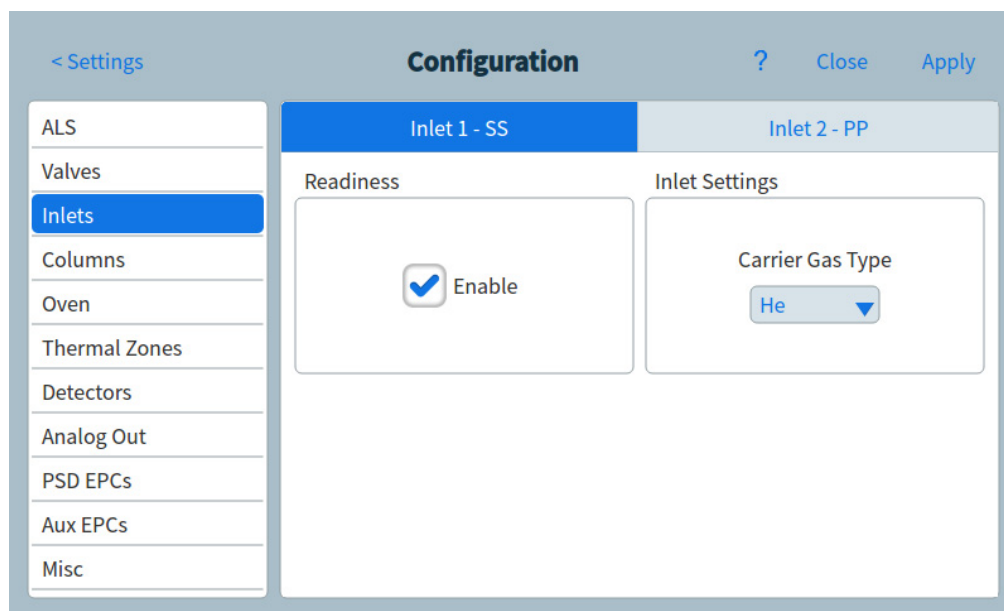

Figure 54. Page d'injecteur
- 1 Sélectionnez **Paramètres > Configuration > Injecteurs**. Les propriétés du type d'équipement sélectionné apparaissent sur le côté droit de l'écran. Voir **Figure 54**.